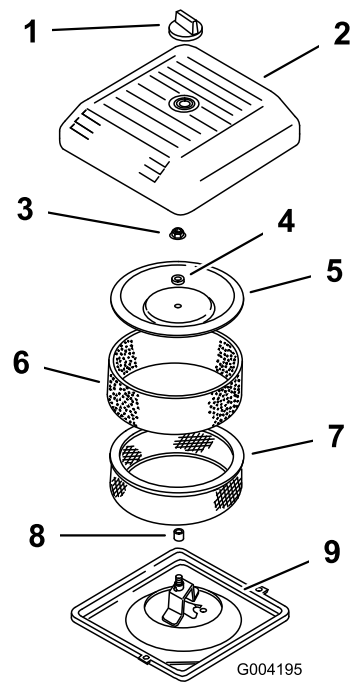

Figura 40
3. Răsucii butonul i scoatei capacul filtrului de aer (Figura 40).
4. Glisai cu grijă prefiltrul din spumă de pe elementul din hârtie (Figura 40).
5. Deurubai piulia capacului i îndepărtați capacul, distanțierul i filtrul din hârtie (Figura 40).
2. Amplasai ansamblul filtrului de aer pe baza filtrului de aer (Figura 40).
3. Montai capacul, distanțierul și fixai-l cu piulia pentru capac (Figura 40). Strângeți piulia la un cuplu de 11 N·m.
4. Montai capacul filtrului de aer și fixai-l cu butonul (Figura 40).